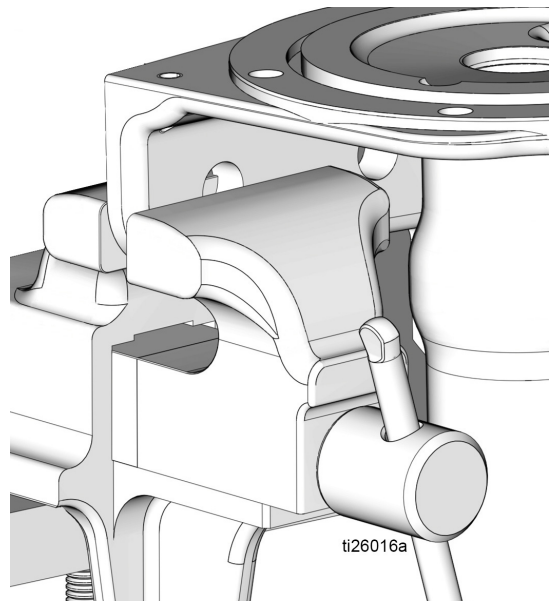

FIG. 32
1. Utiliser un chiffon propre pour essuyer la base de la pompe (1) et supprimer toute saleté ou tout contaminant. Examiner la surface et rechercher d'éventuels rayures ou dégâts. Si la base de la pompe est endommagée, remplacer la pompe.
2. Si nécessaire, remettre la base de la pompe (1) en place dans l'étau comme indiqué à la FIG. 32.